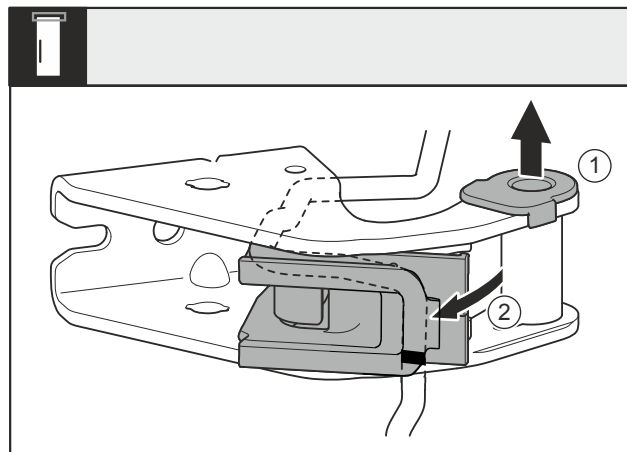

Fig. 27
- ▶ Extraiga el casquillo del cojinete Fig. 27 (1) de la guía.
- ▶ Gire el portacables Fig. 27 (2) hacia fuera.